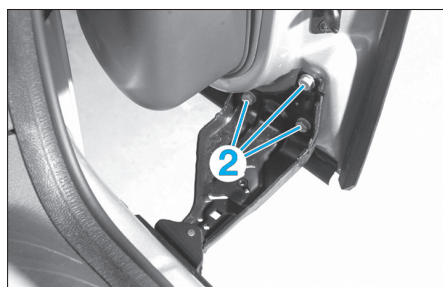

Fig. 31
- Déposer les 3 vis de fixation (2) du guide inférieur de la porte (Fig.31).